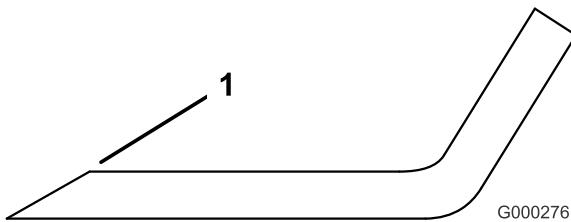

Figura 93
3. Controllate i taglienti di tutte le lame, e affilateli se fossero ottusi o scheggiati. Affilate soltanto la parte superiore del tagliente e mantenete l'angolo di taglio originale per garantire l'affilatezza (Figura 93). La